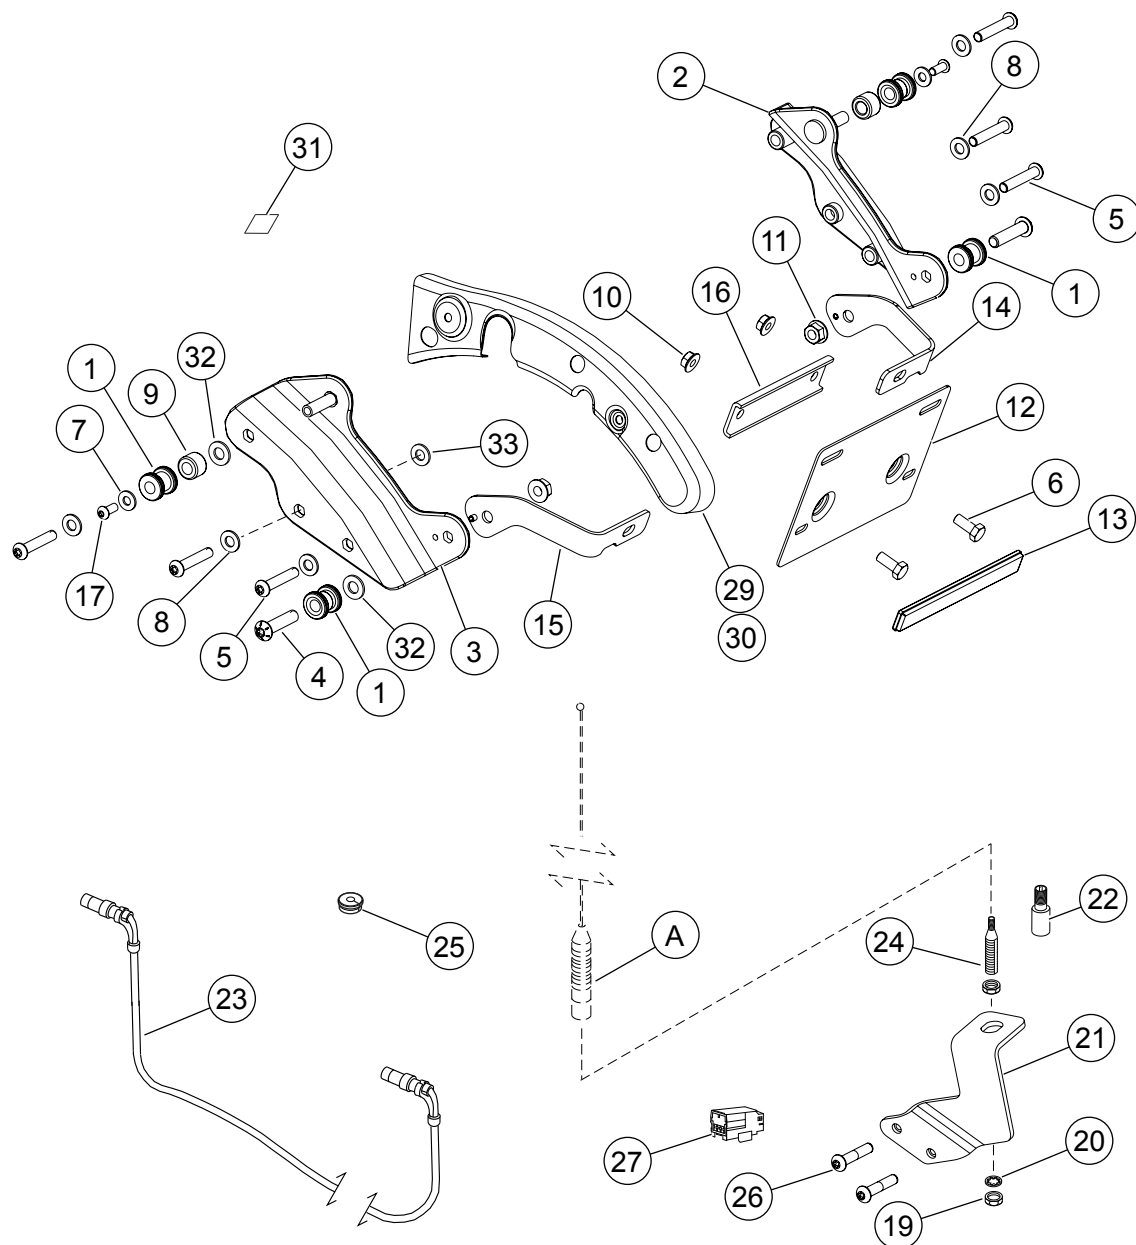

Figure 6. Pièces de rechange, kit de Detachables Tour-Pak H-D
2. Voir Figure 6. Appliquer du Loctite 262 à la vis (5). Installer le **nouveau** couvercle (29) du support de garde-boue et le support (3) du galet d'ancrage avec la vis (5), la rondelle chromée (8) et la rondelle argentée (33). Serrer à un couple de 23 N·m (17 ft-lbs). Refaire ces opérations pour le côté opposé avec le **nouveau** couvercle (30) du support de garde-boue.
3. Installer, sans serrer, le support du côté gauche (15) sur le support de galet d'ancrage, en insérant la goupille d'alignement dans le trou du support de galet d'ancrage. Installer le galet d'ancrage (1) avec la vis (4) et l'écrou (11). Répéter pour installer le support du côté droit (14).
4. Assembler sans serrer le support de la plaque d'immatriculation (12) à l'aide des vis (6), des écrous (10) et du support (16) sur les supports (14 et 15).
6. Serrer les vis (4) jusqu'au blocage.
7. Installer l'entretoise (9), le galet d'ancrage (1), la vis (17) et la rondelle (7). Répéter les étapes pour le côté opposé. Serrer les vis (17) jusqu'au blocage.
- b. Voir Figure 6. Retirer les deux vis (17), rondelles (7), galets d'ancrage (1) et entretoises (9) des goupilles des galets d'ancrage avant. Retirer les deux vis (4), les écrous (11) et les galets d'ancrage (1) des goupilles des galets d'ancrage arrière.
- c. Prendre deux rondelles chromées (32) du kit. Installer une rondelle sur chaque goupille de galet d'ancrage vers l'avant.
- d. Installer les entretoises (9) sur les goupilles vers l'avant.
- e. Installer les galets d'ancrage (1, extrémité chanfrein **en premier**), les rondelles (7) et les vis (17). Serrer les vis jusqu'au blocage.
- f. Installer les galets d'ancrage restants (1, extrémité chanfrein en **dernier**) sur les vis (4). Installer sur chaque vis une rondelle chromée (32) du kit.
- g. Introduire les vis dans les trous des supports (2, 3) des galets d'ancrage et les supports (14, 15) de la plaque d'immatriculation. Fixer avec les écrous à collet (11). Serrer les vis (4) et les écrous à collet (11) jusqu'au blocage.
2. Installer le porte-bagages Detachables Tour-Pak H-D selon les instructions. Une fois les galets d'ancrage alignés et espacés correctement, serrer les deux vis (4) et les écrous à collet (11) à un couple de 34 N·m (25 ft-lbs). Serrer les deux vis (17) à un couple de 14 N·m (125 in-lbs).
4. Serrer les vis du support de la plaque d'immatriculation (6) à un couple de 20–26 N·m (15–19 ft-lbs).
5. Retirer le papier de l'adhésif du réflecteur rouge (13). Centrer et aligner le réflecteur avec précaution sur le bord inférieur du support de la plaque d'immatriculation (12). Pousser fermement pour mettre en position.
8. Voir Figure 6. Attacher le câble d'antenne à la barre de support de sacoche avec un serre-câbles (28) du kit. Utiliser un second serre-câbles pour attacher le câble d'antenne au rail de cadre, près des conduites pneumatiques de suspension, sous le capot chromé. NE PAS attacher le câble aux conduites pneumatiques.
3. Voir Figure 6. Recouvrir le connecteur de câble non utilisé d'un boîtier de connecteur (27) du kit.
2. Voir Figure 6. Visser l'adaptateur d'antenne (22) sur l'ensemble commun de monture d'antenne (24). Brancher le connecteur à une extrémité sur le câble d'antenne (23) en haut de l'adaptateur d'antenne (22). Serrer l'écrou moleté pour attacher le connecteur. Acheminer l'autre extrémité vers le haut et dans le trou de 19 mm (3/4 in) de diamètre, du côté inférieur avant gauche du Tour-Pak. Brancher le câble d'antenne dans la base d'antenne Tour-Pak. Serrer l'écrou moleté. S'assurer qu'une longueur suffisante de câble a été acheminée dans le coffre Tour-Pak. Le câble doit reposer à plat au fond du Tour-Pak. Fixer le câble avec les attaches de fil à l'intérieur du Tour-Pak.
3. Installer l'œillet (25) dans le trou du Tour-Pak.
2. Voir Figure 6. Retirer le câble d'antenne (23) du haut de l'adaptateur d'antenne (22).
5. Installer le mât d'antenne dans le raccord de montage d'antenne (24).